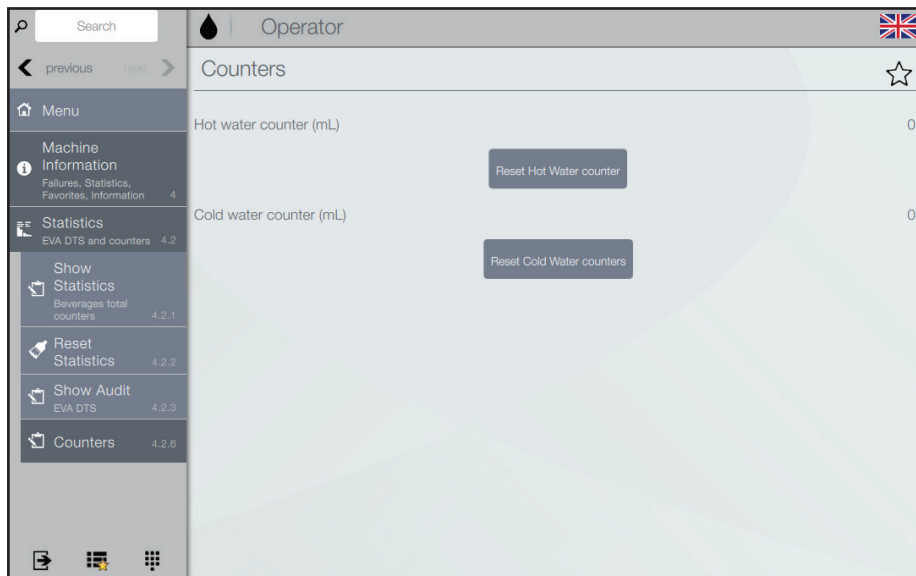

Fig. 6.14- Contador Total de Agua
- Tocar "Puesta en cero del contador de agua caliente" para poner en cero el contador de agua caliente (fig. 6.14)